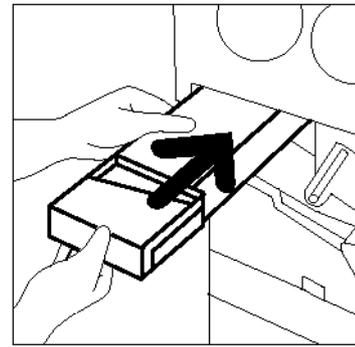

Fig. 19: Inserimento del nuovo contenitore di raccolta del toner usato
- 7 Allineare il nuovo contenitore del toner usato con la freccia sulla copiatrice/stampante, quindi farlo scorrere dentro la macchina, come illustrato in Fig. 19.